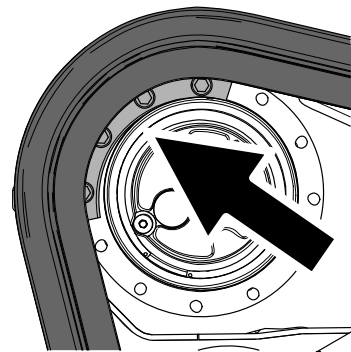

Рисунок 73
4. Перемещайте рычаг управления тягой вперед до тех пор, пока сегмент ведущего колеса не войдет в зацепление с гусеницей (Рисунок 73).
9. Нанесите резьбовой герметик на болты другого снятого сегмента ведущего колеса и установите этот сегмент (Рисунок 73).